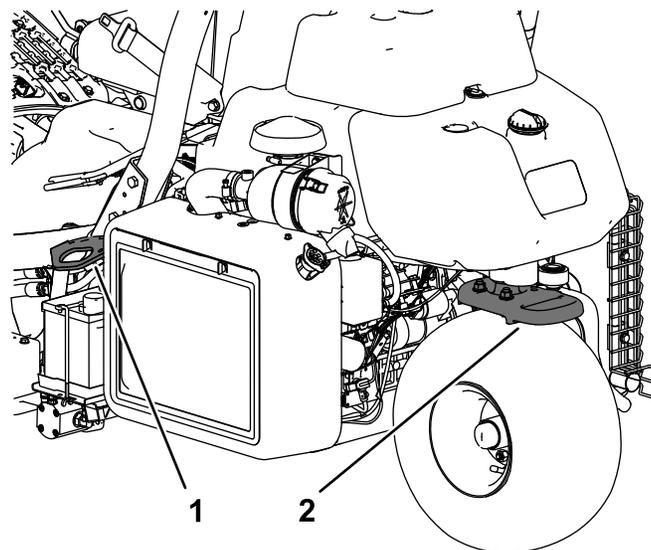

图26
- 用箍带、链条、缆绳或绳索将机器固定牢靠。前后箍带都应从机器的下方向外伸出 图26。